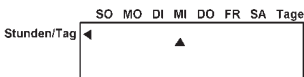

Abb.12
- 2) Drücken die Tasten **↓↑** bis der aktuelle Tag im Display erscheint (Abb. 12)